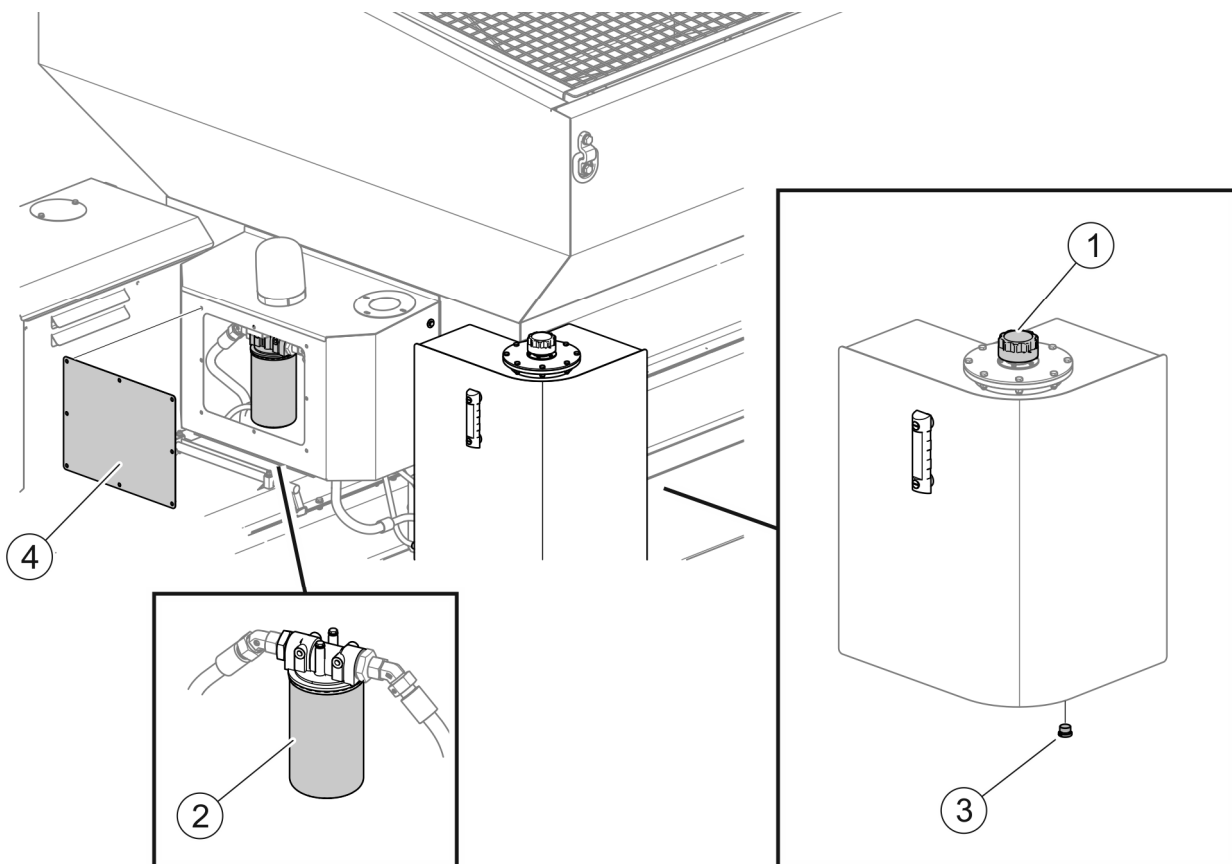

РИСУНОК 5.3 Заміна мастила і масляного фільтра
- Відкрити пробку заливної горловини (1) і пробку маслозливного отвору (3) (РИСУНОК 5.3).
- Відкрити забруднений фільтруючий елемент (2).
Елемент масляного фільтра (РИСУНОК 5.3) слід замінювати кожні 500 місяців або раз на рік.